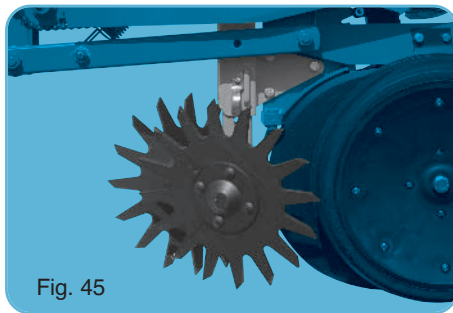

Fig. 45
- Chasse débris rotatif (fig. 45).
- Trash wheel (fig. 45).
- Überrestenräumer NG Plus (Abb. 45)